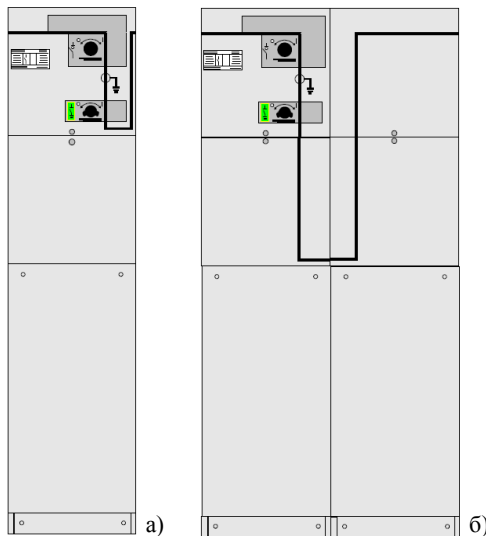

Рис. 18. Модулі для секціонування розподільних пристроїв з секційним викиачем-роз'єднувачем
**Модуль Sl.** Цей модуль дозволяє здійснити секціонування (Sectionalization) розподільного пристрою з викиачем-роз'єднувачем у якості секційного комутаційного апарата і складається з однієї або двох модульних комірок – шириною 325 мм та 650 мм відповідно (рис. 18).
Більш економічний модуль Sl шириною 325 мм (рис. 18, а) може бути застосований, якщо він розташований у блоці між іншими модулями або зліва. Якщо ж модуль Sl має бути розташований у блоці справа, то слід застосовувати модуль шириною 650 мм (рис. 18, б). Цей модуль може бути виготовлений у вигляді окремого блоку.